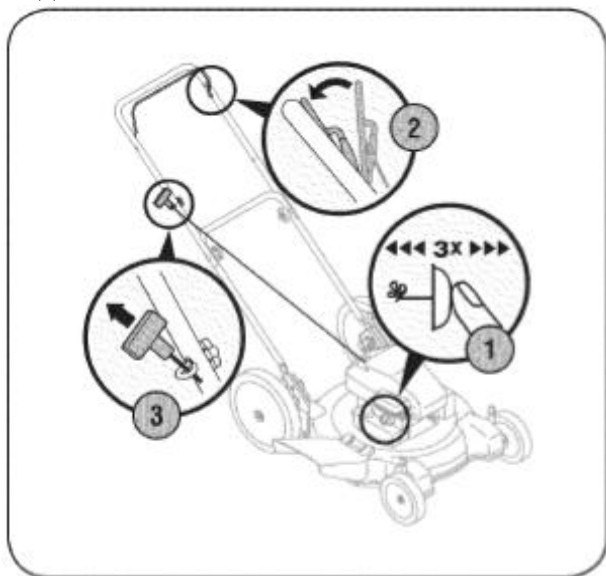

РИС. 10
1. При первом запуске устройства нажмите кнопку подкачки топлива пять раз, при последующих запусках достаточно нажать кнопку подкачки всего три раза. Выждите около двух секунд между каждым нажатием (см. Рис. 10). Не используйте кнопку подкачки при повторном запуске уже прогретого двигателя.
3. Удерживая верхнюю рукоятку и рычаг устройства управления ножом одной рукой, возьмитесь за рукоятку шнура стартера и медленно потяните ее до того, как почувствуете сопротивление. Затем резко потяните за ручку стартера (см. Рис. 10). Придерживайте рукоятку шнура стартера и позвольте последнему намотаться на барабан. Продолжайте выполнять указанную операцию до запуска двигателя.